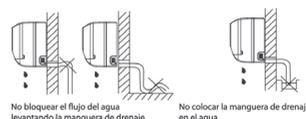

Ilustración 41
- 3.1. Coloque la manguera de drenaje con pendiente hacia abajo. No instalar la manguera de drenaje según lo ilustrado en la Ilustración 41.